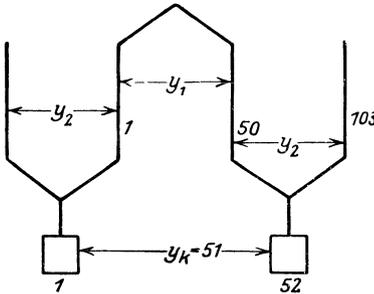

Abb. 105. Reihenparallelschaltung.
Wir nehmen wieder $y_1 = 49$ und erhalten $y_2 = 102 - 49 = 53$. Man verbindet hinten 1 mit $(49 + 1)$ d. i. 50 und vorn 50 mit $(50 + 53)$ d. i. 103 usw. (Abb. 105).
Für $a = 3$ war $y_1 + y_2 = 102$, also ist $y_k = \frac{102}{2} = 51$, d. h. die beliebige Lamelle 1 ist durch die Spule 1—50 mit der Lamelle $1 + 51 = 52$ zu verbinden. Diese mit der Spulenseite 103 usw. (Abb. 105¹).
Z. B. Lamelle 52 ist in Abb. 105 verbunden mit Seite $2 \cdot 52 - 1 = 103$. Umgekehrt, mit welcher Lamelle ist die Spulenseite 143 verbunden?